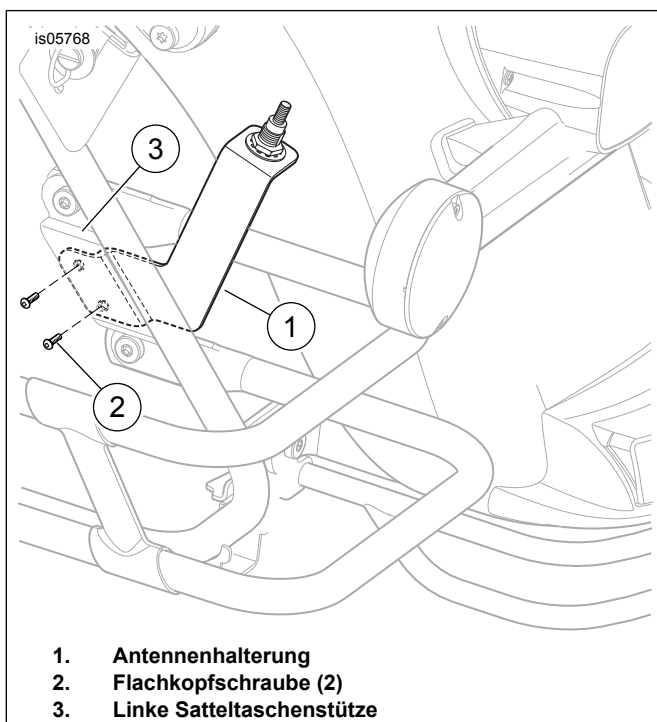

Abbildung 4. AM/FM-Antennenbefestigungshalterung am Schutzblech (FLHT und FLHTC)
3. Siehe Abbildung 4. Die zusammengebaute Antennenhalterung (1) mit zwei Flachkopfschrauben (2) aus dem Satz an der linken Satteltaschenstütze (3) befestigen. Die Schrauben auf ein Drehmoment von 4,5–6,8 N·m (40–60 in-lbs) anziehen.